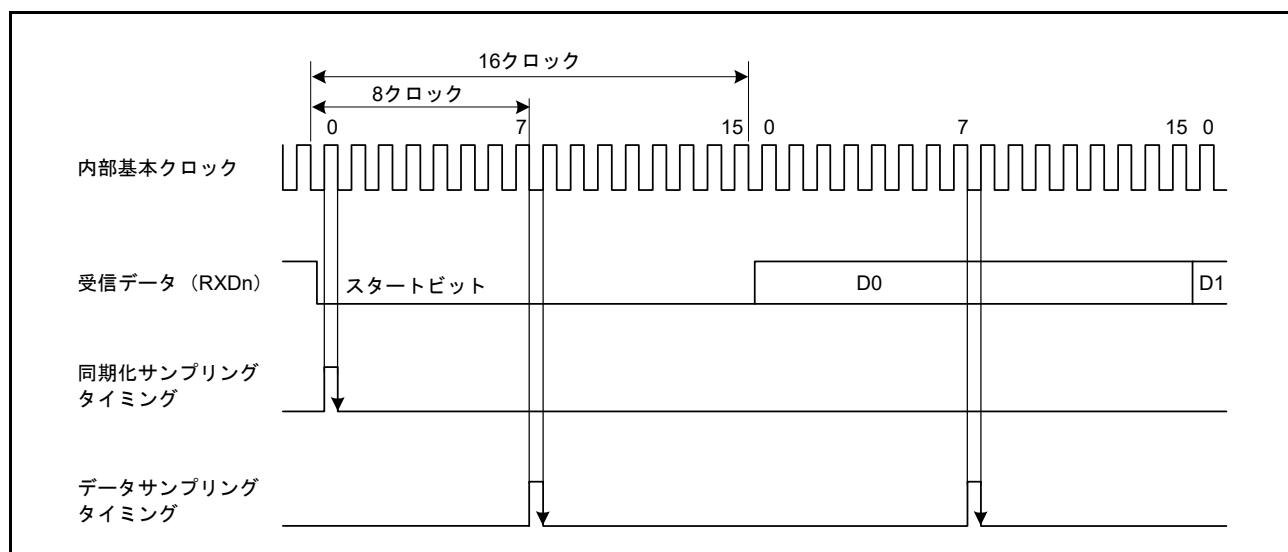

図 28.3 調歩同期式モードでの受信データのサンプリングタイミング
また、図 28.3 に示すように、受信データは基本クロックの 8 パルス目(注1) の立ち上がりエッジでサンプリングされるため、各ビットの中間でデータが取り込まれます。調歩同期式モードでの受信マージンは以下の式 (1) のように表すことができます。